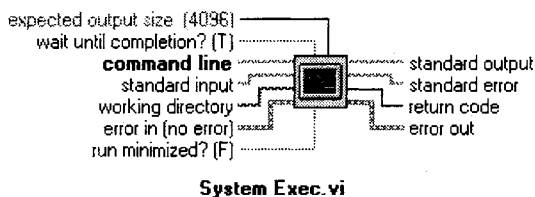

Рис. 12.50. Функция Системная командная строка
1. Простейшей возможностью является запуск отдельной исполняемой программы, которая делает то, что вам необходимо. В системах Windows, UNIX и MacOS вы можете осуществить это с помощью функции **Системная командная строка** (System Exec) из палитры **Коммуникации** (Communication). В системе MacOS версии 9.x и более ранних задействуйте функции **AppleEvents** (палитра **Коммуникации**) – рис. 12.50.